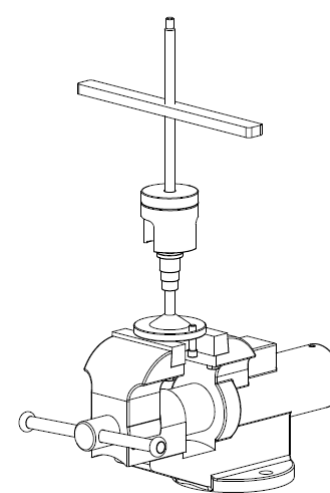

Figure 17
- En utilisant un étau, montez l'outil de démontage comme indiqué sur la figure 17.